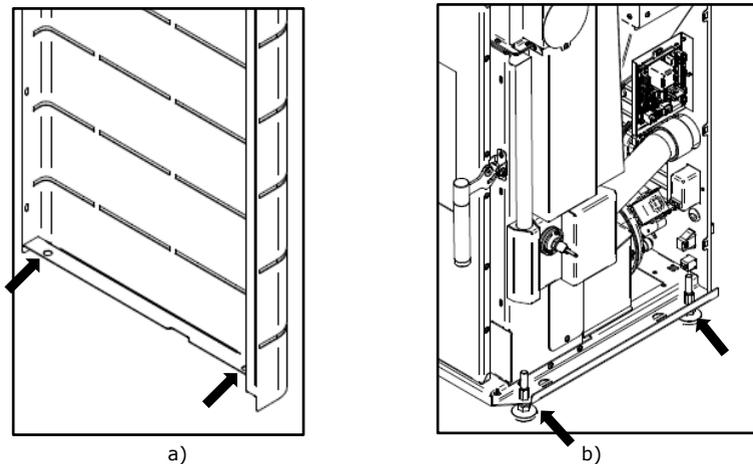

Figure 57 – Montage côté inférieur des habillages
b) Insérez les trous inférieurs des couvercles latéraux, Figure 57-a), dans les guides situés au bas de la machine, Figure 57-b).